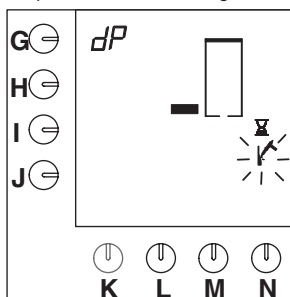

Fig. 25 Laissez agir le détartrant
- Lorsque l'eau est chaude, un sablier et le symbole d'un marteau qui clignote s'affichent (fig.25) . Suit un temps d'attente de cinq minutes pour permettre au Renegite d'agir.